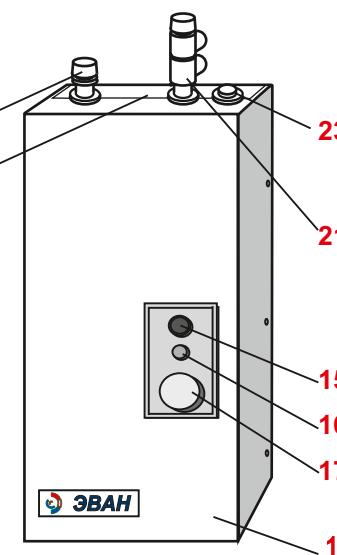
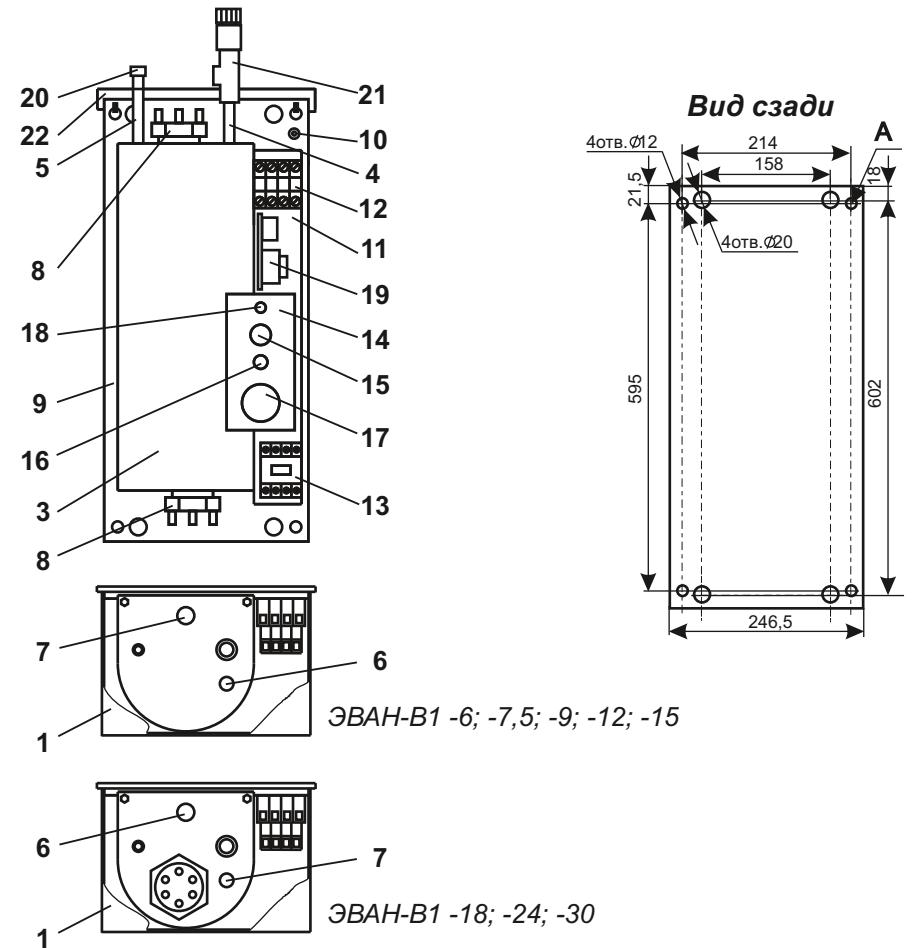

Рисунок 1.
Рисунок 2 (кожух на гл. виде не показан):
4.1 Водонагреватели ЭВАН-В1 -6; -7,5; -9; -12; -15; -18; -24; -30 в соответствии с рис.1, 2 состоят из следующих основных частей:
- кожуха (1) с брызгозащитной панелью (2);
- котла (3) рис.2 с выходным (4) и входным (5) патрубками G1/2", датчиком терморегулятора (6), аварийным несамовозвратным термовыключателем (7), отключающим водонагреватель при 85° С, и блоками трубчатых электронагревателей (ТЭН) (8);
- панели (9) с зажимом заземления (10) для подключения защитного проводника PE;
- кронштейна (11) с размещенным на нем клеммником (12), пускателем (13), элементами управления и сигнализации установленными на панели управления (14):
- выключателя "СЕТЬ" (15) для включения водонагревателя в работу;
- сигнальной лампы "НАГРЕВ" (16);
- ручки терморегулятора "ТЕМПЕРАТУРА" (17), обеспечивающей плавную регулировку нагрева;
- предохранителя цепи управления (18).
4.4 На входном патрубке установлен обратный клапан (20) (рис.1), при монтаже водонагревателя на выходной патрубок устанавливается "группа безопасности" (21) из комплекта поставки.
4.6 Для предотвращения попадания брызг на клеммник подключение питательного кабеля осуществляется через гермоввод (уплотнительную манжету) (23) (рис. 1).
- отвинтить и снять с кожуха брызгозащитную панель (2) - рис.1;
6.6 К стене водонагреватель крепится с использованием отверстий А (рис.2):
Разметка отверстий под крепление закладной и панели водонагревателя приведена на "Вид сзади" рис.2.